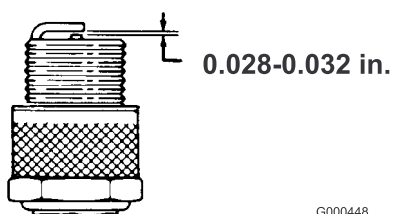

Figure 25
3. Réglez l'écartement des électrodes à 0,7–0,8 mm (Figure 25). La bougie installée doit avoir